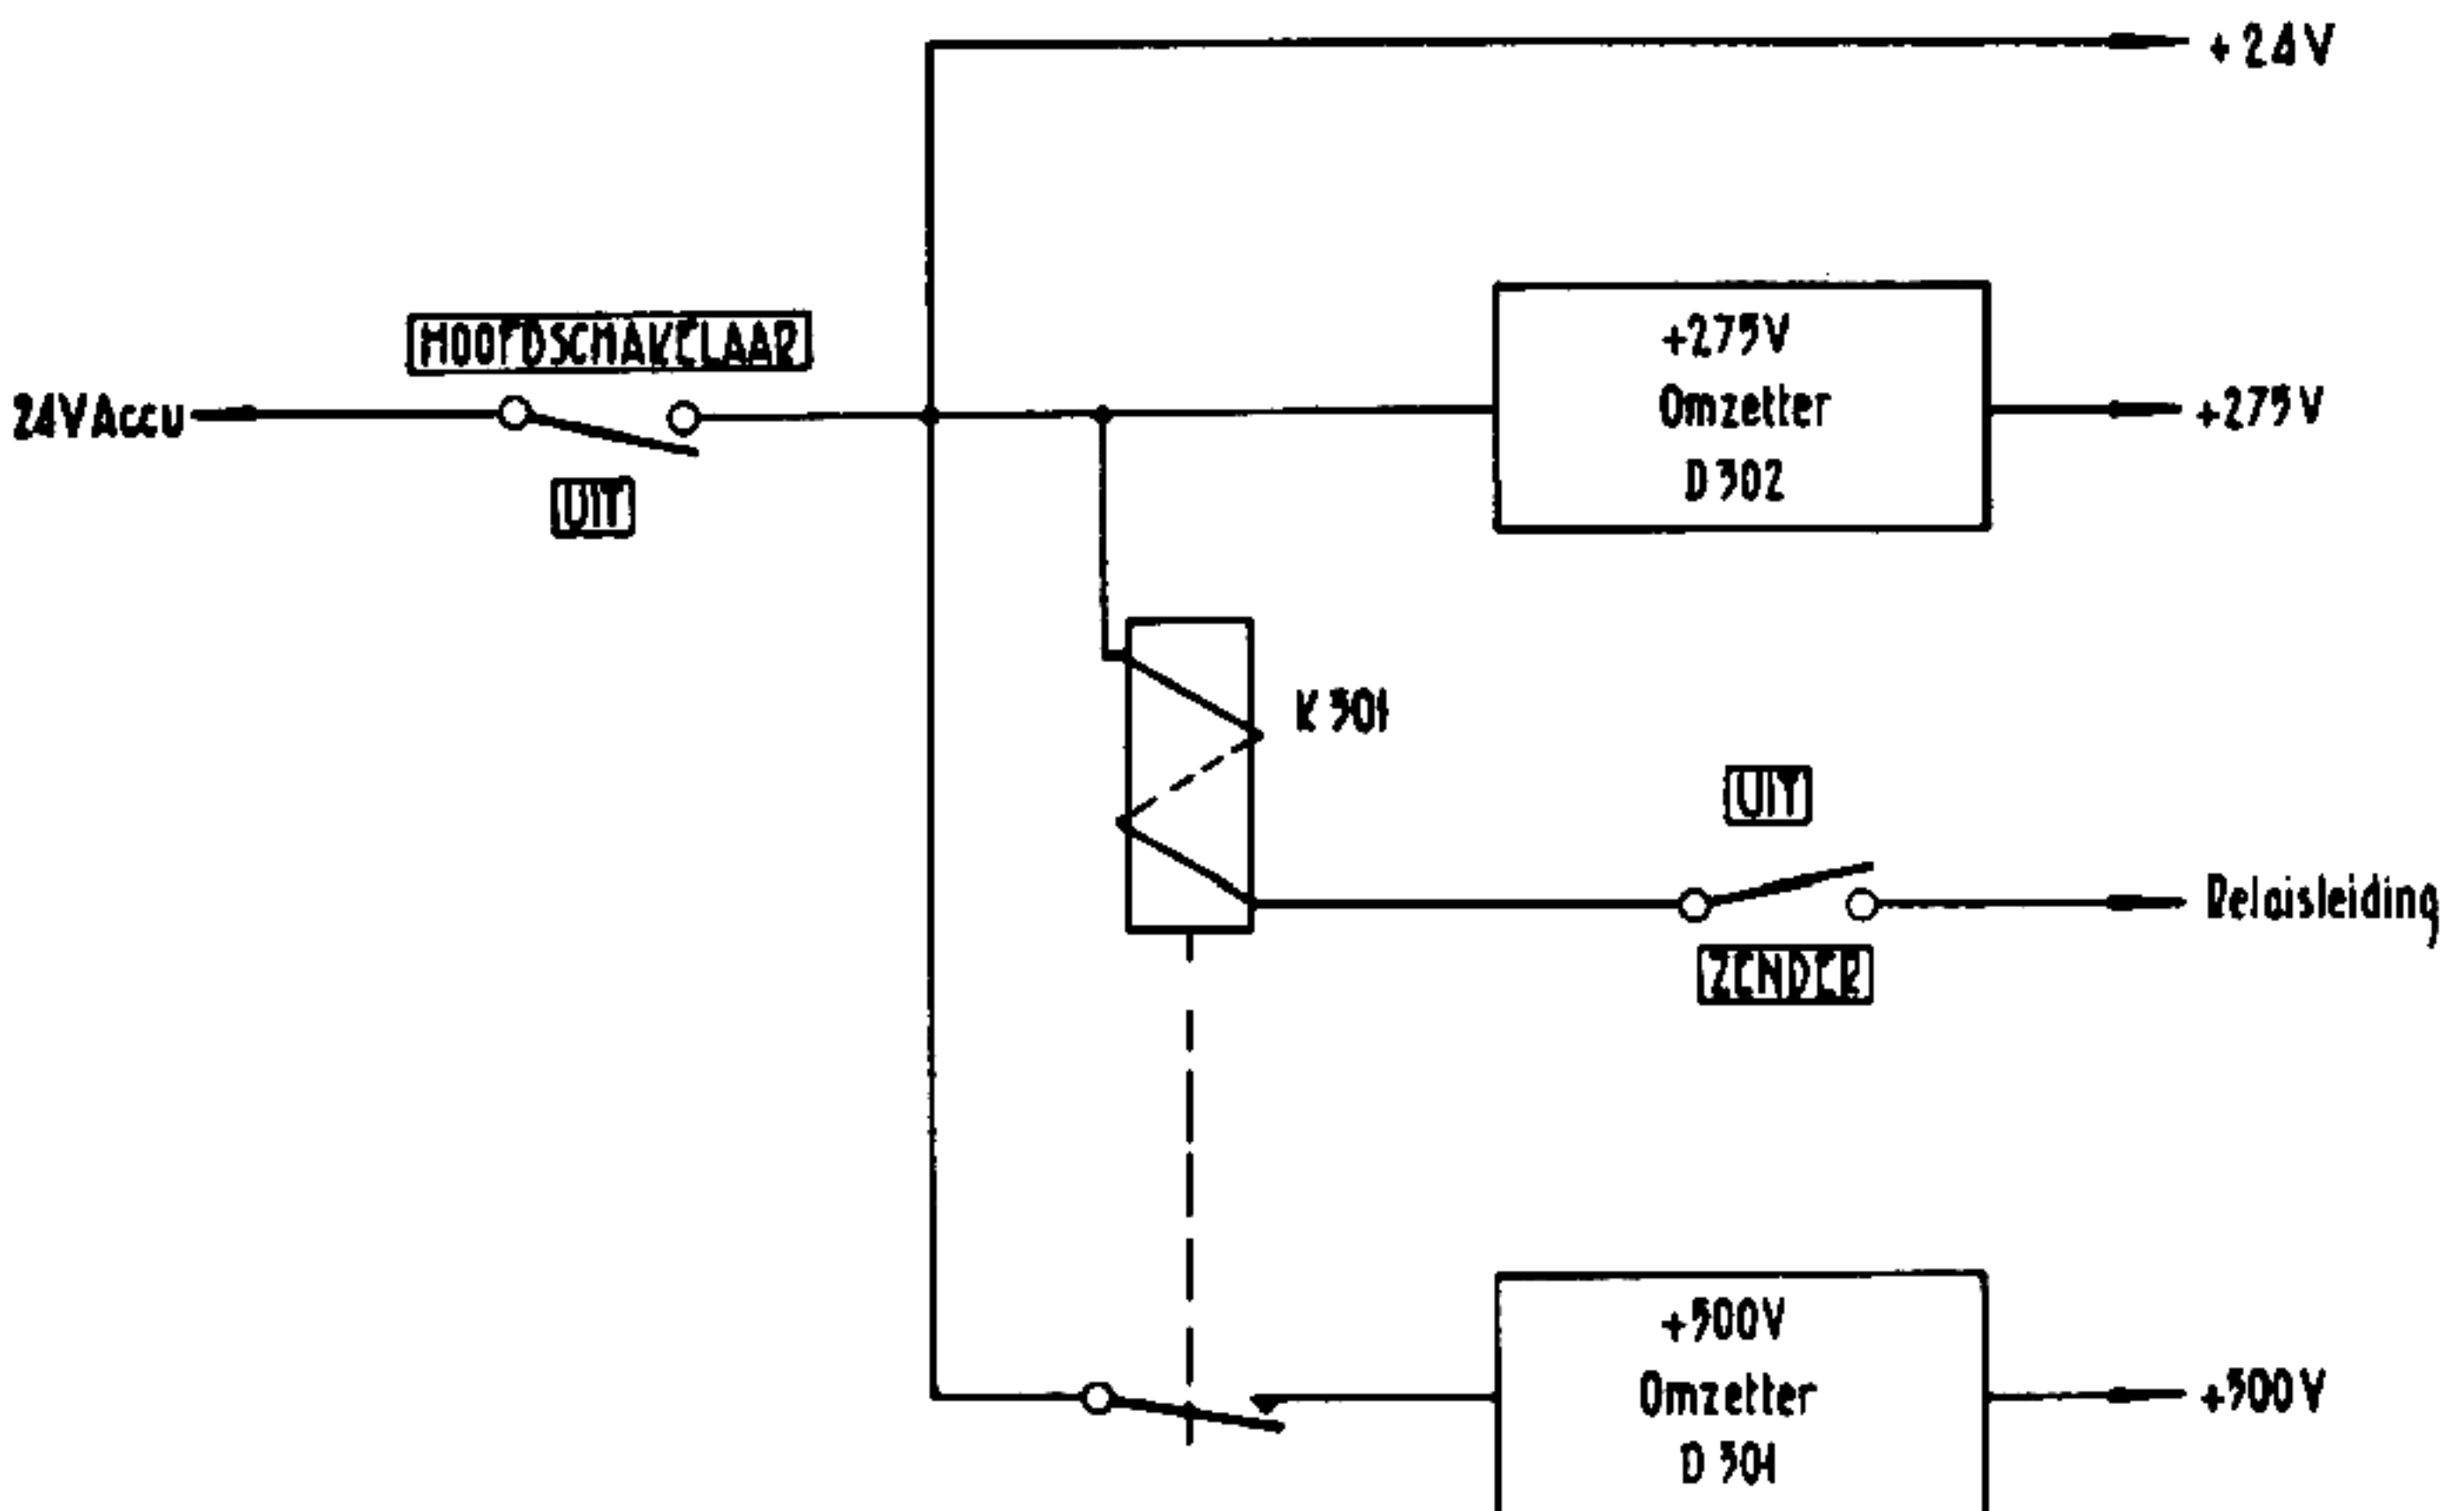

Fig. 11 Voedingseenheid DY-3030/GRC-3030, blokschema
4.4 Voedingseenheid DY-3030/GRC-3030 (zie fig. 11)
- a. Uit het blokschema, fig. 11, blijkt dat als de schakelaar HOOFDSCHAKELAAR-UIT in de stand HOOFDSCHAKELAAR wordt gezet, de +275 V omzetter (D302) gaat werken. De spanning hiervan wordt aan de zend-ontvanger toegevoerd en wordt gebruikt om de ontvanger en een gedeelte van de zender te voeden.